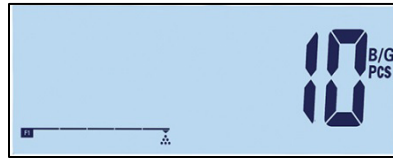

Abbildung 2-19: Anzeige der Stückzahl
4. Laden Sie die zu zählenden Teile. Die Zahl wird angezeigt (Abbildung 2-19).